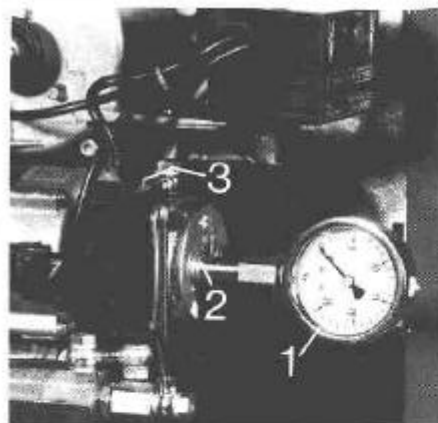

Abb. 15
– **Erhöhung** der Ölmenge durch Erhöhung des Pumpendruckes: Rechtsdrehung der Druckverstellungsschraube an der Pumpe (Abb. 15 Pos. 3).
– **Verminderung** der Ölmenge durch Herabsetzen des Pumpendruckes: Linksdrehung der Druckverstellungsschraube an der Pumpe (Abb. 15 Pos. 3).
Kontrolle des eingestellten Druckes durch Lösen der Verschlusschraube (Abb. 15 Pos. 2) und Eindrehen eines Druckmanometers (Abb. 15 Pos. 1).